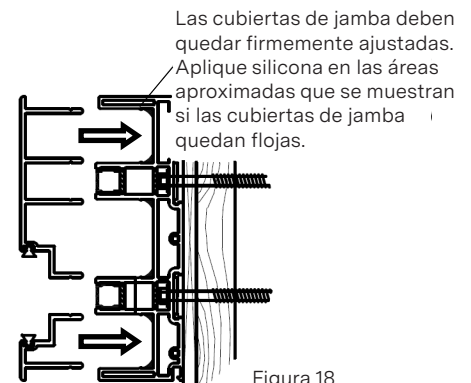

Figura 18
- Cubiertas de jamba/cubiertas de tornillos: Instale las cubiertas de jamba (piezas 10-13) hasta que queden al ras contra las jambas. Corte la cubierta de tornillos (pieza 6) para que encaje en el riel del montante de cerradura, por encima y por debajo del retenedor (figura 18).